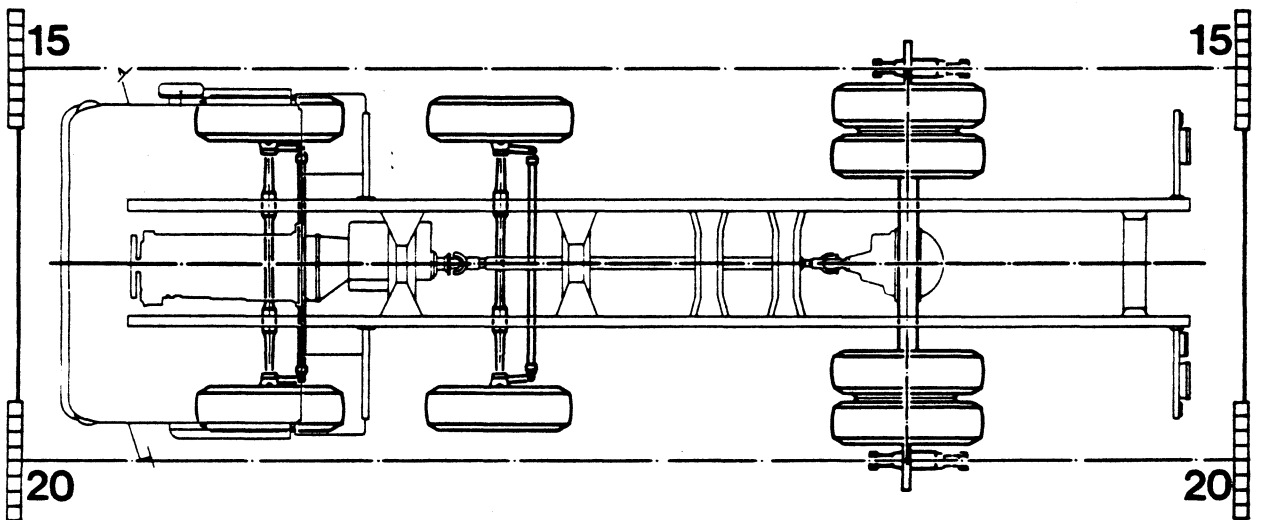

Fig. 6
7. Plaats een projector in een opspanner aan de andere zijde van de achteras. De afgelezen waarden op de meetlinealen moet nu gelijk zijn omdat de achterassen bij DAF onder normale omstandigheden recht zijn (Fig. 6). Slechts een verschil in aanwijzing van 5-10 mm op een afstand van 10 m tussen de linealen is toelaatbaar. Is het verschil meer, dan moet het uitslingeren nogmaals gecontroleerd worden. Blijft het verschil te groot, dan kan dit nog veroorzaakt worden door een fout in de apparatuur of een verbogen achteras.